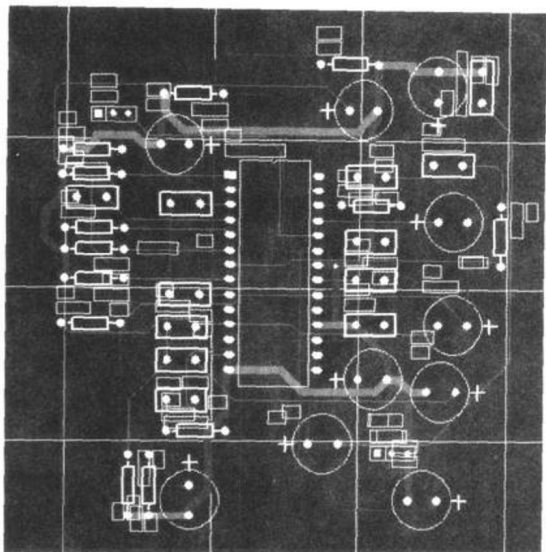

图 1.2 PCB 图
2) 印刷电路板设计系统 (PCB): 这部分系统则主要用于印刷电路板的设计,印刷电路板的生产车间就是根据由它生成的 PCB 文件进行 PCB 板的生产的。图 1.2 所示就是采用了 Protel DXP 设计完成的印刷电路板图。